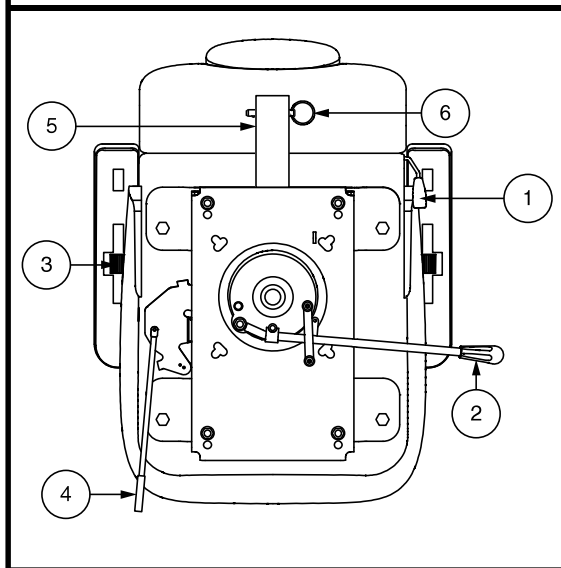

Figura 20. Regolazioni del sedile
Se lo scooter è dotato di uno schienale reclinabile, per regolare il sedile reclinabile dello scooter, osservare questi passaggi. Vedere figura 20.
Vedere figura 20.
L'inclinazione del bracciolo dello scooter è regolabile verso il basso o verso l'alto ruotando l'apposito selettore. **Vedere figura 20.**
1. Tirare verso l'esterno la leva scorrimento sedile (ubicata sul lato inferiore sinistro del sedile). **Vedere figura 20.**
La staffa accessoria montata posteriormente consente di collegare un accessorio personale, come un cestino, un porta-deambulatore, o una bombola di ossigeno alla parte posteriore dello scooter. Utilizzare il perno di fermo per fissare in modo sicuro l'oggetto alla staffa accessoria. **Vedere figura 20.** Per dettagli rivolgersi al fornitore autorizzato.